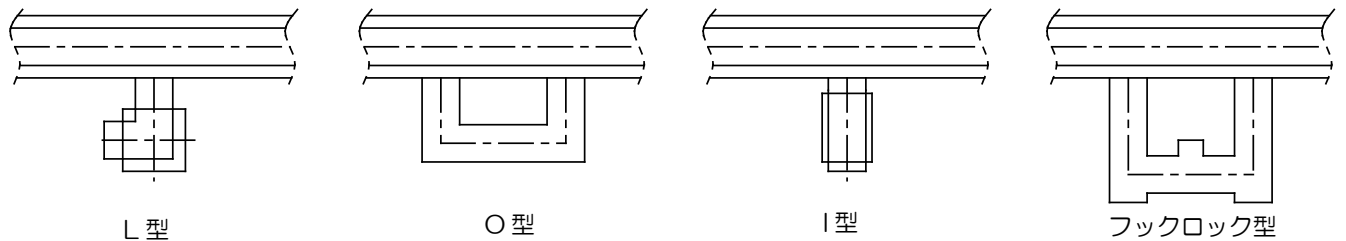

図 1 ガスケットの固定突起形状
- スリットイン・ガスケットの固定突起形状は図 1 のとおり 4 形態あり、各型式が採用している突起形状を表 1 に示します。